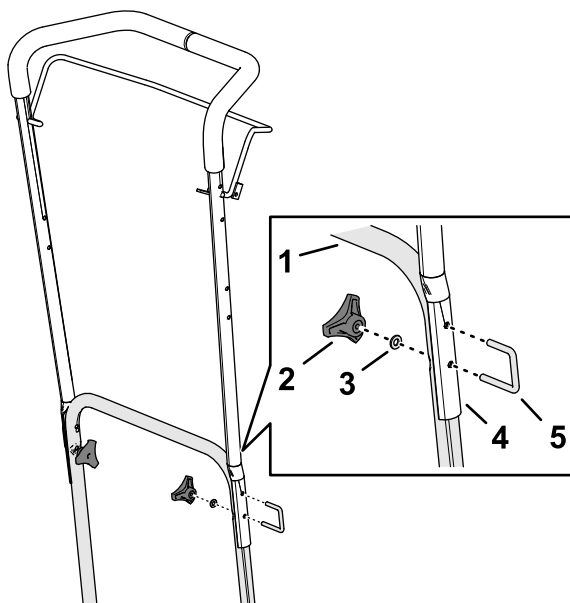

**Figura 8**
1. Alinee los taladros en el manillar superior con los taladros en el manillar inferior (Figura 8).